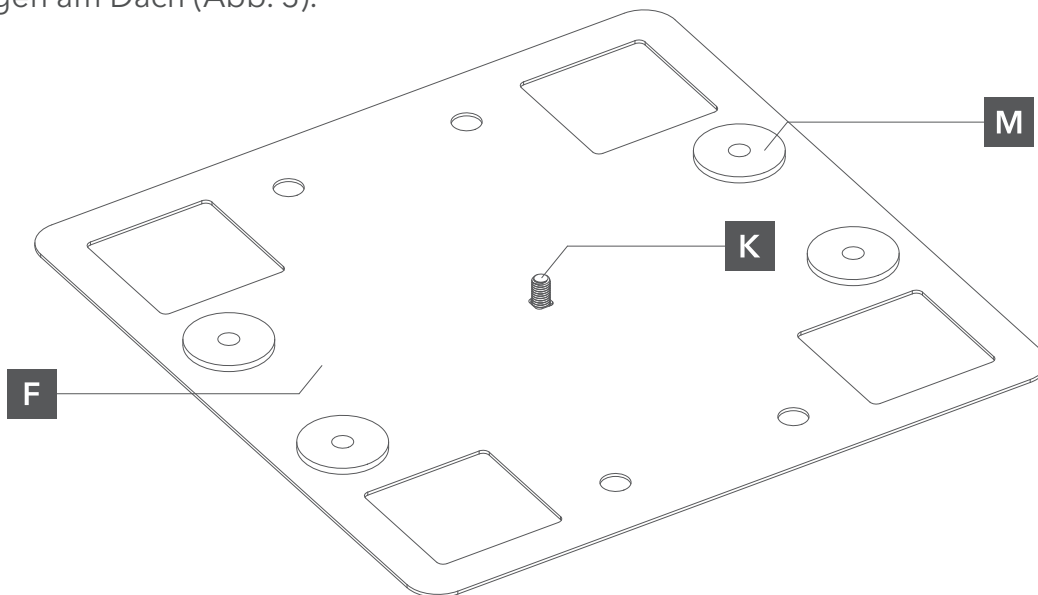

Abb. 3. Montage der Befestigungsplatte auf einem mit Membran beschichteten Dach
- 2 Schrauben Sie die Schlossschrauben in die Befestigungsplatte und legen Sie die Platte an dem auf der Membran vorgesehenen Ort. Befestigen Sie die Stifte durch die Montageöffnungen am Dach (Abb. 3).